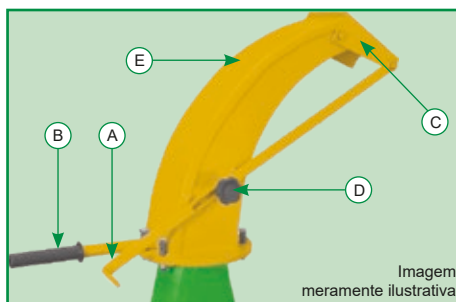

Figura 10
A bica de saída possui regulagem de direcionamento do quebra jato (C) e giro de 360°, para realizar a regulagem, siga as instruções a seguir, conforme Figura 10: